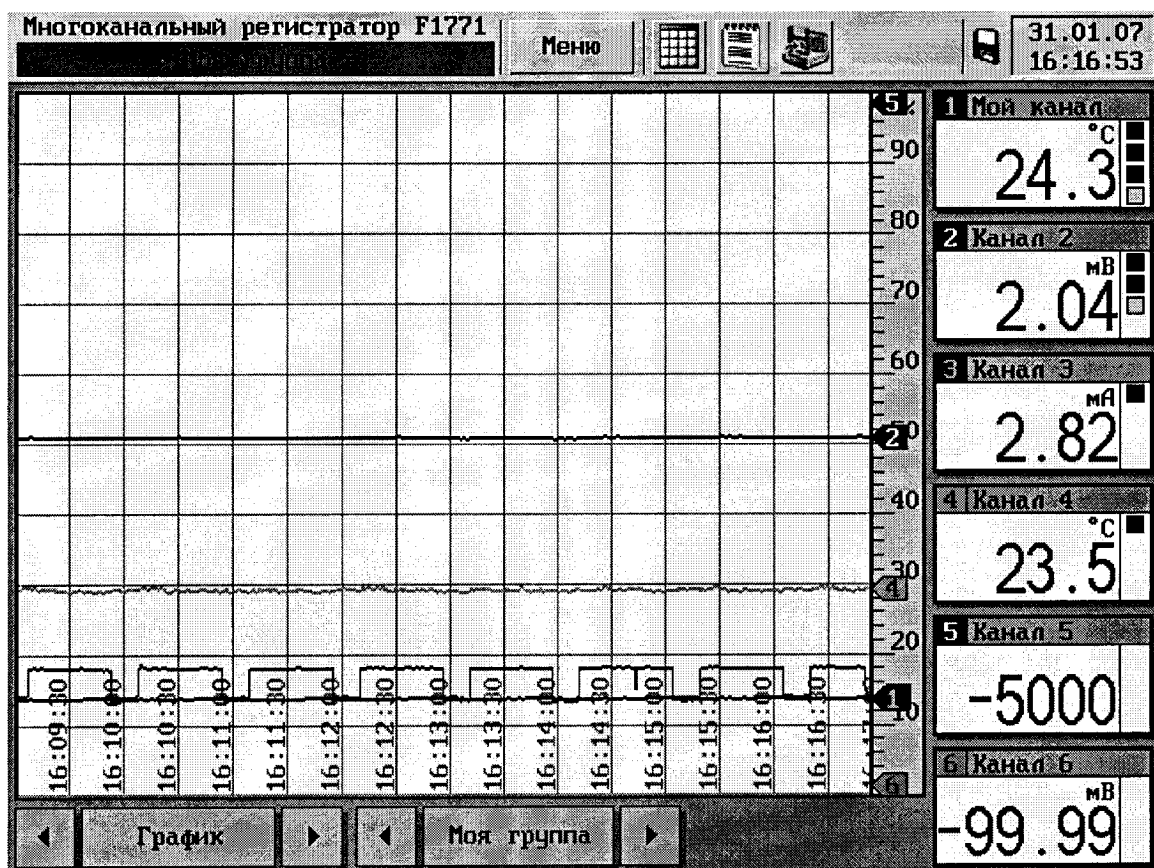

Рисунок 4.2
- «Горизонтальный график» - оси X соответствует время измерений, ось Y – шкала измерений (см. рисунок 4.2)